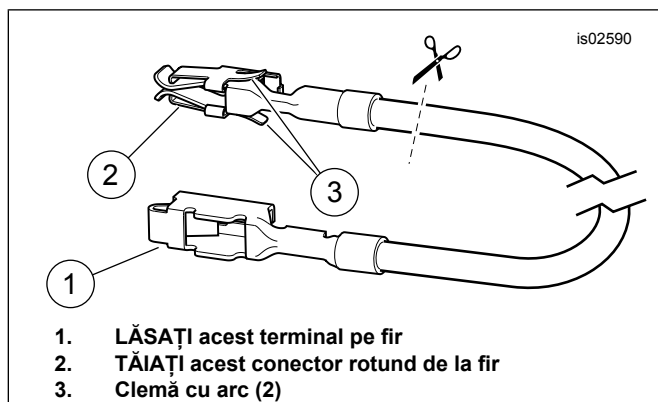

Figura 6. Cablu adaptor bloc de siguranțe
4. Luați din kit firul portocaliu/alb al adaptorului blocului de siguranțe (10). Observați terminalele de la fiecare capăt (consultați Figura 6. Numai terminalul **FĂRĂ cleme cu arc** se potrivește în cavitatea siguranței. Tăiați cu grijă conectorul rotund **CU** cleme cu arc de la fir și aruncați-l.